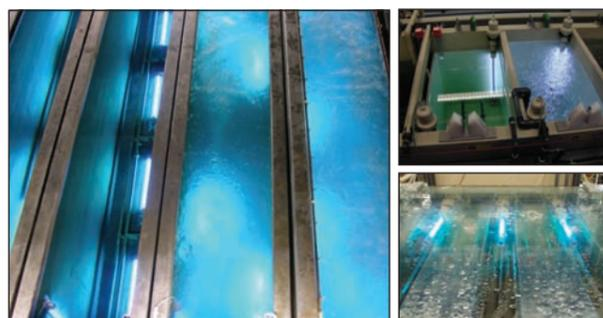

Abb. 4
- **Microspear®**: Wo **Microfloat®** aus Gründen des Raums oder der Geometrie nicht eingesetzt werden kann (z.B. in Spülen (Abb. 4) mit WT Durchsatz oder in Durchlaufanlagen (Abb. 4)), wird das Gerät **Microspear®** angewandt. Die zu desinfizierende Komponente und das Spülwasser wird durch Einsatz von **Microspear®** optimal ausgestrahlt.